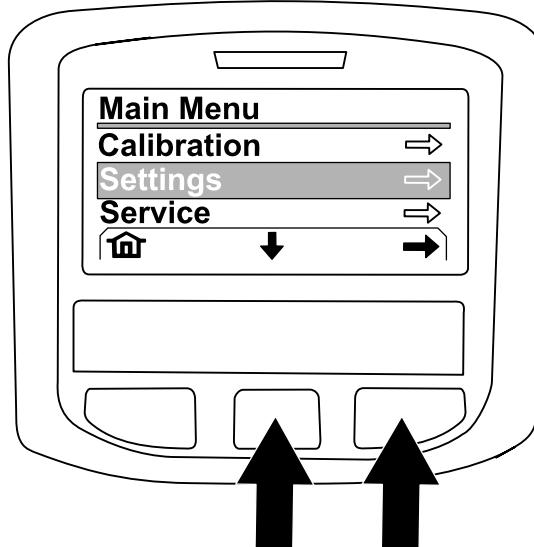

Рисунок 226
4. На странице Главного меню (MAIN MENU) нажмите среднюю кнопку, чтобы перейти к позиции SETTING (Настройка) и нажмите правую кнопку, чтобы выбрать эту позицию (Рисунок 226).